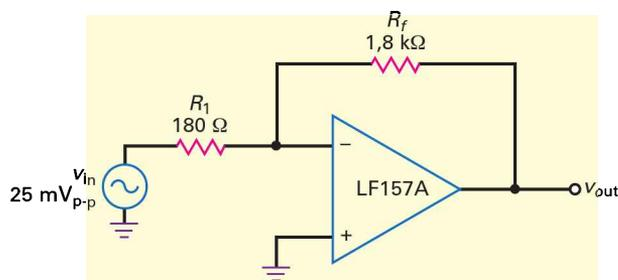

Figure 16.30
16.7 **III Multisim** Quels sont le gain en tension boucle fermée et la bande passante du montage de la figure 16.30 ? Quelle est la tension de sortie à 1 kHz, à 10 MHz ? Dessinez le diagramme de Bode asymptotique du gain en tension boucle fermée.